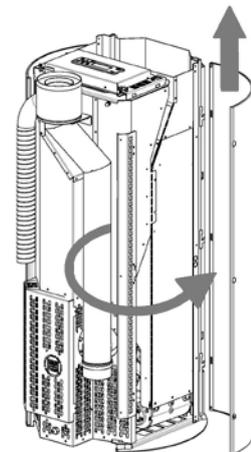

Fig. 29 - Abnehmen der Seitenwand
- Die Seite öffnen und aus den Pins aushängen (siehe **Fig. 29**).